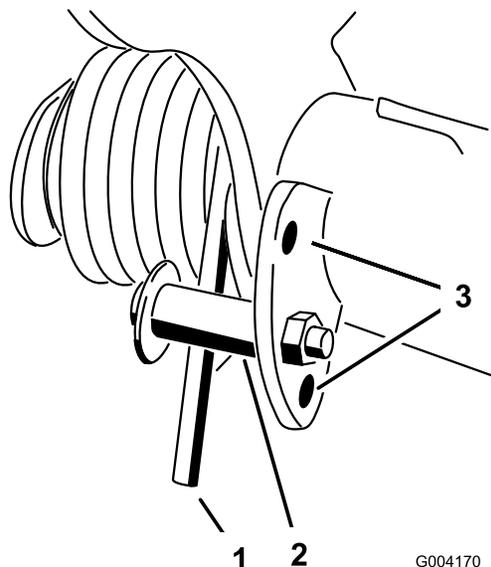

Figura 42
- Insira um tubo ou objecto semelhante na extremidade longa da mola para aliviar a tensão da mola durante o ajuste (Figura 42).
- Enquanto alivia a tensão da mola, retire o parafuso e a contraporca que prendem o actuador de mola ao suporte (Figura 42).